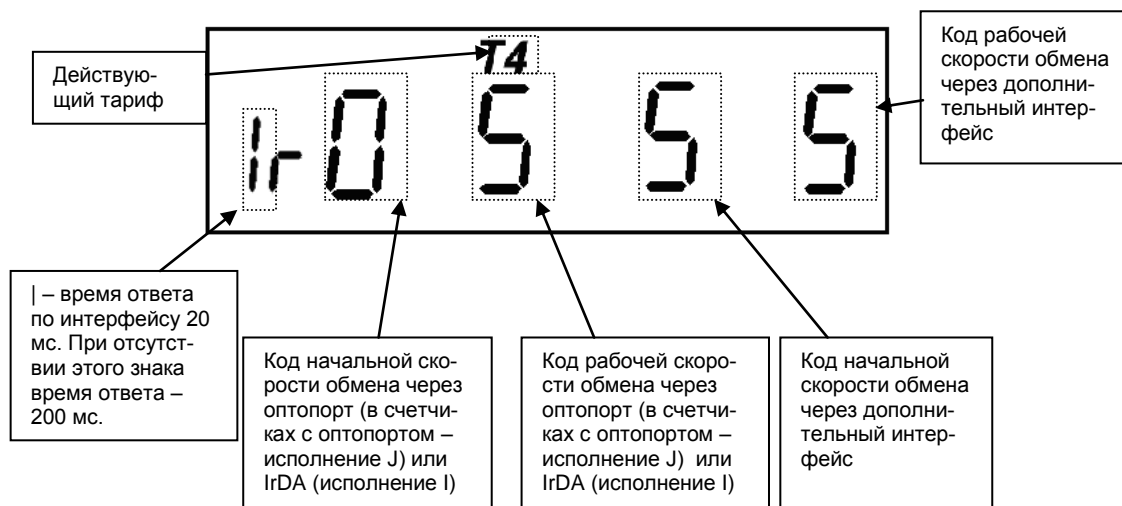

Рисунок 2.4 Кадр с закодированными скоростями обмена
короткими нажатиями кнопки «КАДР» перейдите в окно отображения скоростей обмена (рисунок 2.4).
3.7.10 Убедиться, что в поле «AdressID» записаны 4 последние цифры серийного номера счетчика (без нулей перед значащими цифрами), в поле «Type» значение «Router», в поле «Baud Rate» значение скорости равно 9600 бод – соответствует значениям начальной и рабочей скорости обмена через интерфейс счетчика (см. рисунок 2.4).